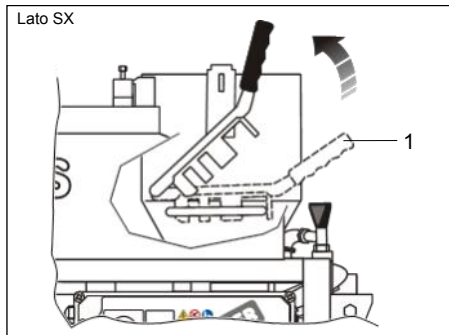

FIG.10 (Apertura leva di bloccaggio camera di miscelazione)
- 2) Aprire la leva di bloccaggio della camera di miscelazione (FIG.10-Rif.1);